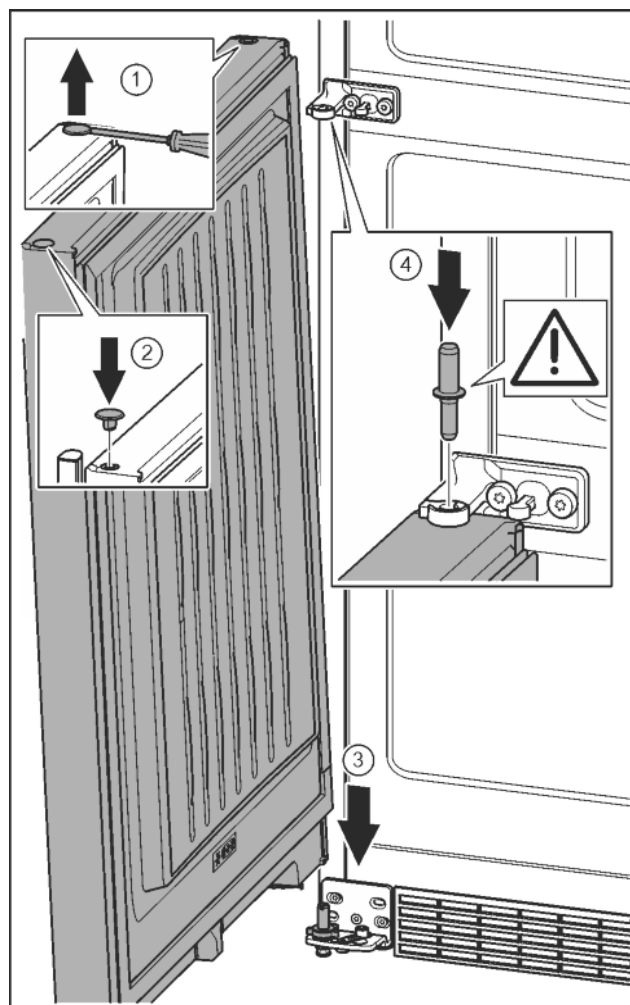

Fig. 23
- ▶ Soulever délicatement le bouchon avec un tournevis plat et le sortir. *Fig. 23 (1)*
- ▶ Remettre en place le bouchon de l'autre côté de la porte. *Fig. 23 (2)*
- ▶ Mettre la porte par le haut sur l'axe de palier inférieur. *Fig. 23 (3)*
- ▶ Mettre en place l'axe de palier du milieu à travers le support de palier du milieu dans la porte inférieure. Veiller à ce que l'ergot d'enclenchement soit orienté en arrière. *Fig. 23 (4)*